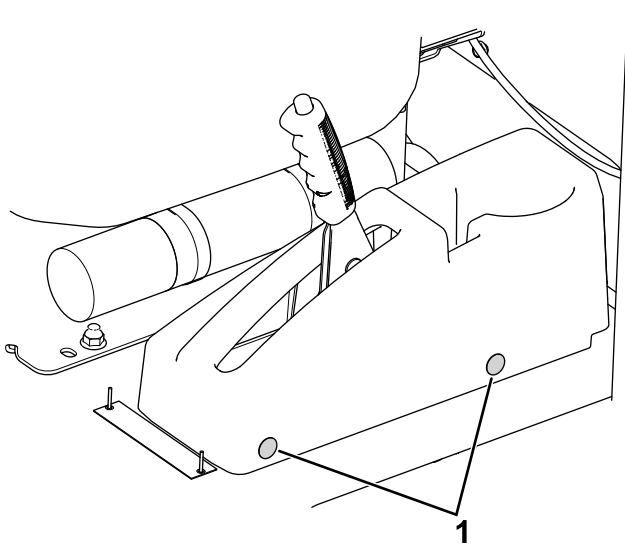

Figura 13
1. Retire las grapas que sujetan la cubierta del freno al suelo (Figura 13)
9. Instale la cubierta del freno con las 2 grapas que retiró anteriormente (Figura 13).